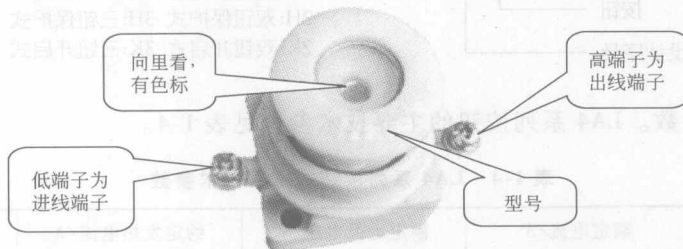

图 1-4 RL1-15 型螺旋式熔断器
2) 识别过程。阅读图 1-4 后，按照表 1-3 识别 RL1-15 型熔断器。